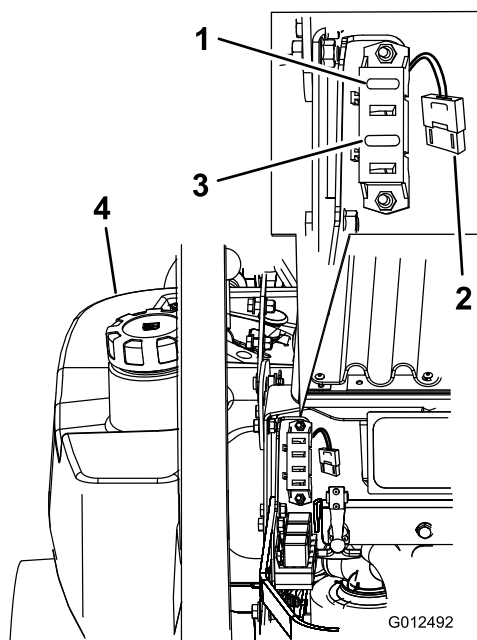

Figure 48
- Déverrouillez et soulevez le capot pour accéder au porte-fusibles (Figure 48).
- Remplacez le fusible (Figure 48).